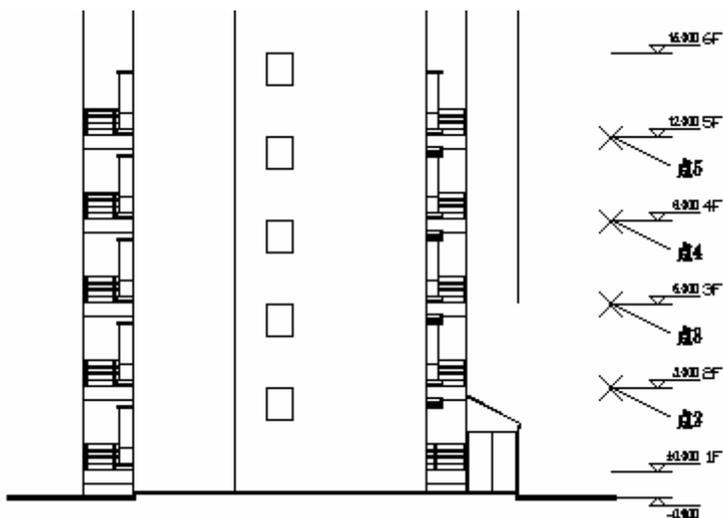

图 12-1-65
**STEP 23** 使用复制命令 COPY 对第二层所有的门窗、阳台及栏杆进行多重复制，如图 12-1-65 所示，其具体操作步骤如下：
**STEP 24** 从左边的②-④立面图和跃层下平面都可以看出如图 12-1-65 所示的侧立面图上